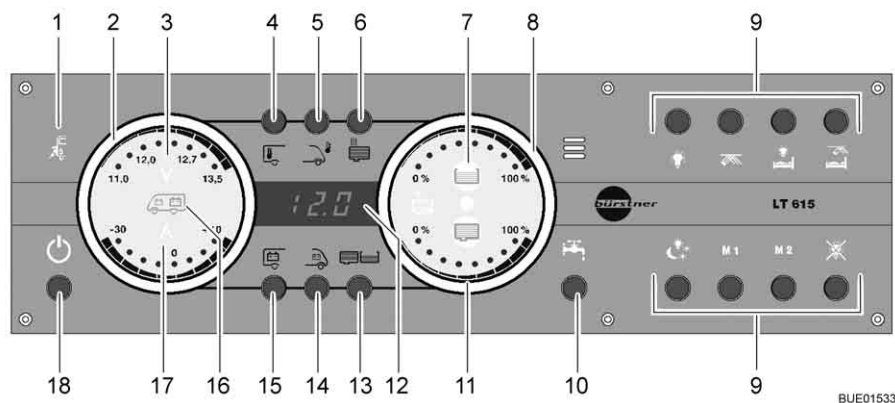

Bild 157 Panel LT 615
230 V-kontrollampan (Bild 157,1) lyser när nätspänningen ligger på el-blockets ingång. Batterierna laddas.
Med huvudbrytaren 12 V (Bild 157,18) kopplas panelen och bodelens 12 V-försörjning till eller från.
- Tryck kort på knappen 12 V-försörjning (Bild 157,18). 12 V-försörjningen för bodelen är påslagen. Kontrollampan "12 V" lyser.
- ▷ Efter aktivering av försörjningen: om lysdioden "11,0" för voltindikeringen samt symbolen volt "V" (Bild 157,3) på indikeringsinstrumentet för batterierna (Bild 157,2) blinkar är bodelsbatteriets spänning för låg. Ladda batteriet.
- ▷ Efter aktivering av försörjningen: om kontrollampan "12 V" och symbolen volt "V" (Bild 157,3) blinkar tre gånger är batterifrånkopplingen aktiverad. Avaktivera batterifrånkopplingen.
- ▷ När panelen är urkopplad och symbolen "V" (Bild 157,3) blinkar rött är batteriet urladdat. För att skydda batterierna mot att laddas ur helt går panelen då inte att koppla in. Ladda batterierna så snart som möjligt.
- Tryck kort på knappen 12 V-försörjning (Bild 157,18). 12 V-försörjningen för bodelen är avstängd. Kontrollampan "12 V-försörjning" slocknar.
- Tryck på knappen bodelsbatteri (Bild 157,15) och håll den intryckt i ca 10 sekunder. Symbolen volt "V" (Bild 157,3) och kontrollampan "12 V" blinkar tre gånger. Bodelsbatteriet är frånkopplat från 12 V-nätet.
- Tryck på knappen 12 V-försörjning (Bild 157,18) och håll den intryckt i ca 5 sekunder. Symbolen volt "V" (Bild 157,3) och kontrollampan "12 V" blinkar tre gånger. Bodelsbatteriet är anslutet till 12 V-nätet. Kontrollampan tänds efter ca 5 sekunder.
- Tryck på knappen bodelsbatteri (Bild 157,15). Symbolen volt "V" (Bild 157,3) lyser. Symbolen ampere "A" (Bild 157,17) lyser vitt eller rött beroende på laddning eller urladdning. Bodelsbatteriets spänning och ström visas via lysdioderna på indikeringsinstrumentet. Bodelsbatteriets återstående kapacitet visas på displayen i procent.
- Tryck på knappen startbatteri (Bild 157,14). Symbolen volt "V" (Bild 157,3) lyser. Startbatteriets spänning visas via lysdioderna på indikeringsinstrumentet.
- Tryck på knappen tank (Bild 157,13). Symbolerna vattentank (Bild 157,7) och avloppstank (Bild 157,11) lyser. Nivån i vattentanken (övre skala) och i avloppstanken (nedre skala) visas via lysdioderna på indikeringsinstrumentet.